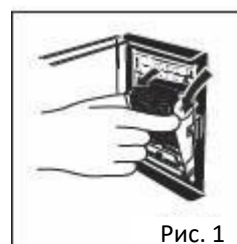

Рис. 1
2. Как показано на Рис. 1, выкрутите два фиксирующих винта А на передней нижней части крышки светодиодов с помощью отвертки.
1. Откройте дверцу и опустите рычаг держателя пера. Кончик пера отделяется от бумаги для регистрации (Рис. 1).